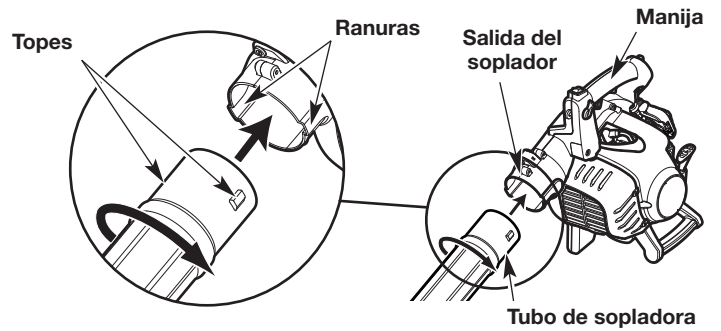

Fig. 1
2. Alinee los topes del extremo superior del tubo de la sopladora con las ranuras de la salida de la sopladora (Fig. 1).
3. Inserte el tubo de la sopladora en la salida de la sopladora (Fig. 1).
4. Mientras sostiene la manija, gire el tubo de la sopladora hacia la derecha hasta que calce en su lugar (Fig. 1).